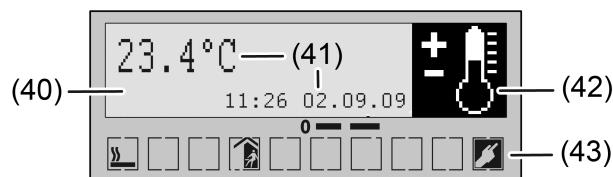

Bild 50: Gerätedisplay mit Hintergrundbeleuchtung (Darstellung beispielhaft)
Das Gerät verfügt an der Vorderseite im oberen Bereich über ein LED-Display (OLED) mit schalt- und dimmbarer Hintergrundbeleuchtung (Bild 50). Das Display besteht im oberen Teil aus einem Grafikbereich mit 132 x 30 Pixeln (40). Dieser Bereich wird auch als "Seite" bezeichnet. Auf einer Seite können ein-, zwei- oder dreizeilige Texte (Uhrzeit, Datum, Temperaturen, formatierte und unformatierte Werte, Lauftexte) und auch große Grafiksymbole (30 x 30 Pixel) dargestellt werden. Im Gerätespeicher sind 30 große Grafiksymbole vordefiniert, die beispielsweise Zustände des Wetters, der Innen- oder Außentemperatur, der Schaltuhr, der Beschriftung oder der Multimediaanlage verdeutlichen. Die großen Symbole werden bedarfswise in der ETS konfiguriert und können wahlweise auch über den Bus durch Kommunikationsobjekte umgeschaltet werden.